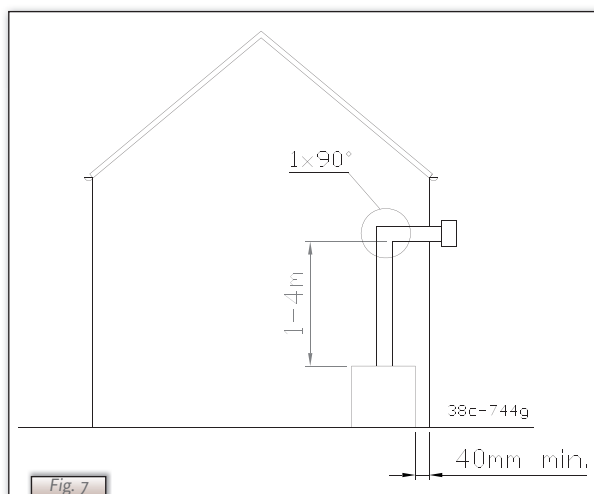

Fig. 7
- 2) minimaal 1 meter en maximaal 4 meter verticale pijplengte in combinatie met een 90° bocht en een geveldoorvoer (dus geen horizontaal deel; zie Fig. 7).